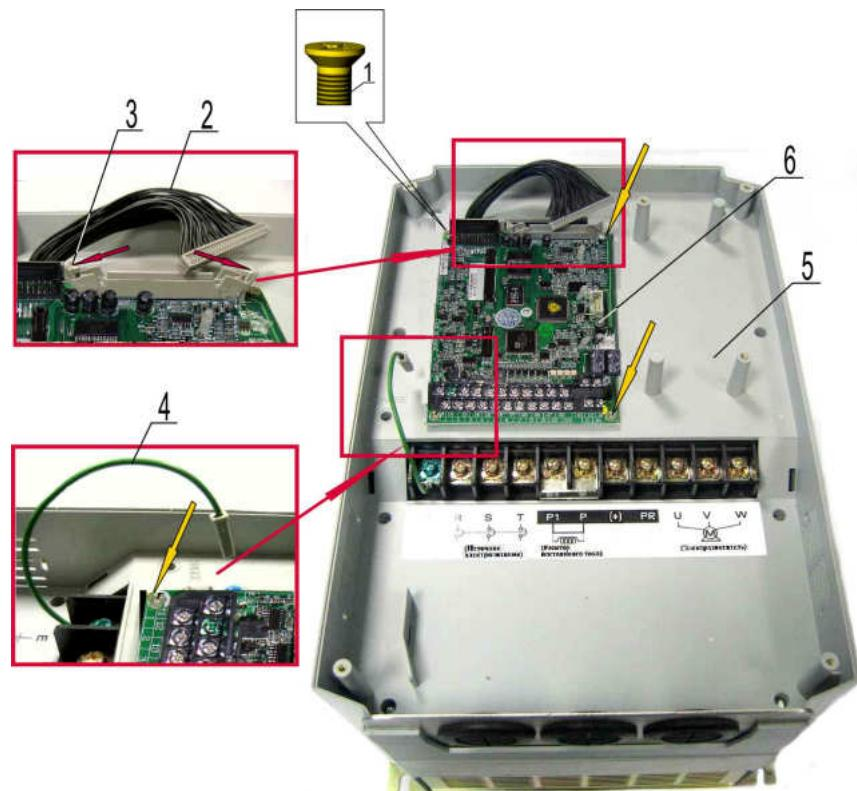

Рис. 7.33
7.15.1. Взять плату центрального процессора (табл.4.1, поз.2; рис.7.33, поз.6). Установить плату в корпус 5, совместив отверстия платы с резьбовыми отверстиями в корпусе (рис. 7.33). Закрепить плату четырьмя винтами 1 (желтые стрелки на рис. 7.33).
7.15.2. Соединить заземляющий провод 4 с контактом на плате 6 (рис. 7.33).
7.15.3. Отжать в стороны фиксаторы 3 разъёма на плате. Вставить розетку жгута 2 в разъём, приложив рукой усилие вниз до щелчка фиксаторов (рис. 7.33).